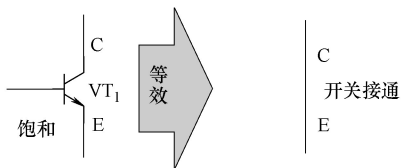

图 7-23 开关接通等效电路
(1) 开关接通状态。这时晶体处于饱和状态，集电极与发射极之间内阻很小，如图 7-23 所示是等效电路示意图。